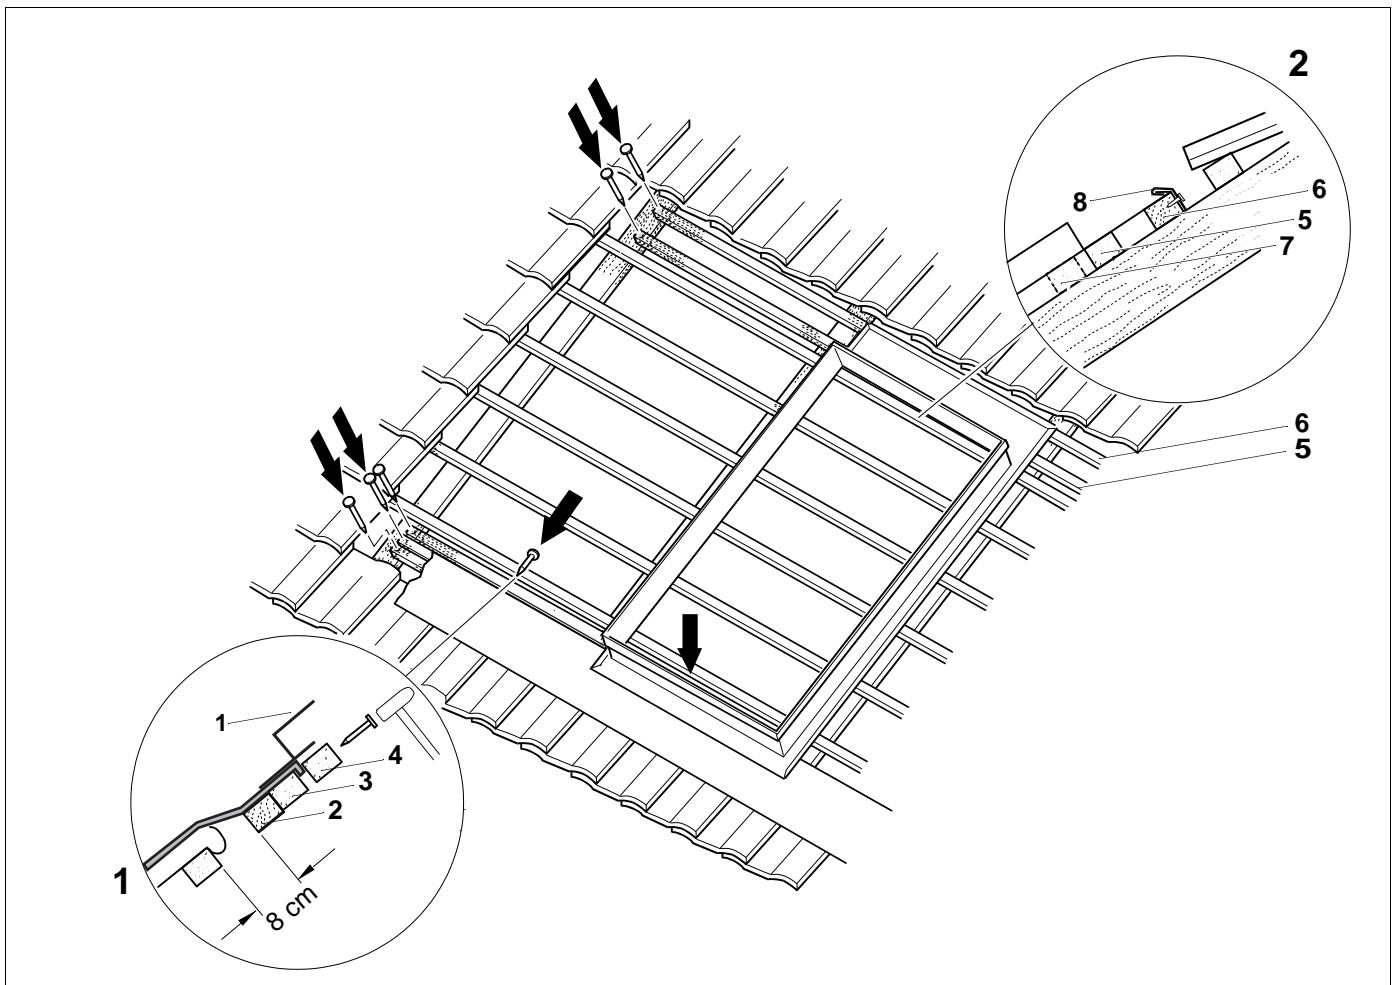

Abb. 9 Anbringen von zusätzlichen Latten und einer Bleischürze
- Latte 1 (Abb. 9, Pos. 2) im Abstand von ca. 8 cm über der letzten, vorhandenen Dachlatte mit Pfannen- (Ziegel-) eindeckung annageln. Unmittelbar darüber Latte 2 anbringen.
- Über die Dachlatten sowie die Pfannenreihe (Ziegelreihe) die mitgelieferte Bleischürze ausrollen. Die Bleischürze am oberen Ende 1 cm um die Dachlatte kanten und mit Pappnägeln befestigen (Abb. 9, Lupe 1).
- Latte 3 direkt an der Bleischürze hinter Latte 2 befestigen (Abb. 9, Pos. 3 + 4).
- Ersten Eindeckrahmen mit dem unteren Teil (kurze Seite) auf die Bleischürze und Lattung legen und ausrichten, bis die Oberkante der zweiten Dachlatte und die Innenkante des Eindeckrahmens annähernd bündig sind (Abb. 9, Pos. 1).
- Im oberen Bereich des Eindeckrahmens, mit Innenkante bündig, Latte 4 annageln (Abb. 9, Lupe 2).
- Am oberen Ende des Eindeckrahmens Latte 5 annageln (Abb. 9, Pos. 6).